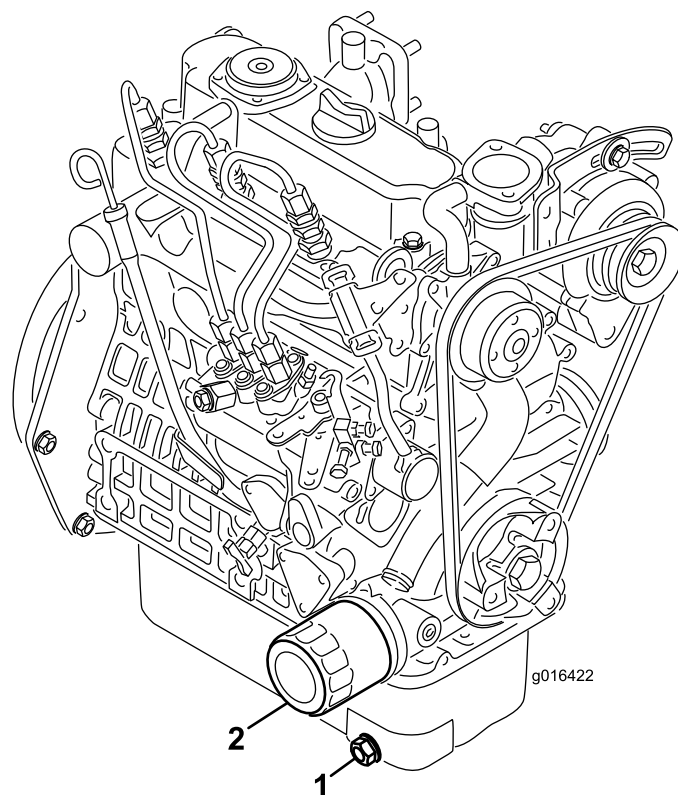

Bild 34
1. Entfernen Sie die Ablassschraube (Bild 34) und lassen Sie das Öl in die Auffangwanne ab. Schrauben Sie die Ablassschraube wieder ein, nachdem das Öl abgelassen ist.